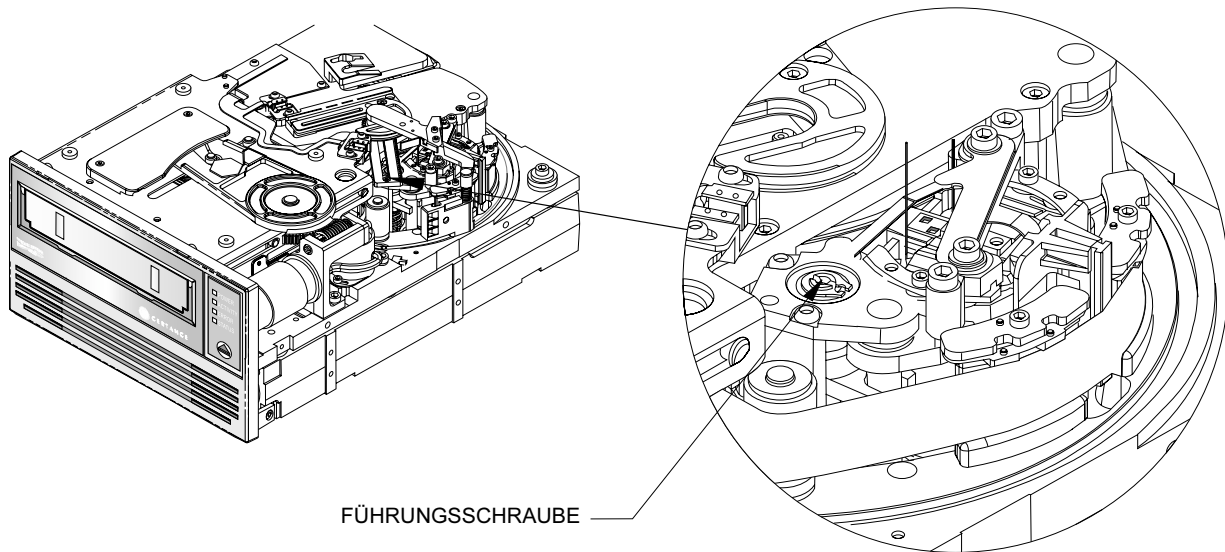

Abbildung 24. LTO-1- und LTO-2-Laufwerk-Führungsschraube (das Band ist auf der Aufnahmespule eingefädelt)
1. Stellen Sie sicher, dass sich die Kopfanordnung in der abgesenkten Position befindet, indem Sie die Führungsschraube (siehe Abbildung 24 auf Seite 84) mit dem Flachkopf-Schraubenzieher im Uhrzeigersinn drehen. Dies ist notwendig, damit der Ladearm nicht die Kopfanordnung berührt, wenn er zur Kassette zurückbewegt wird.